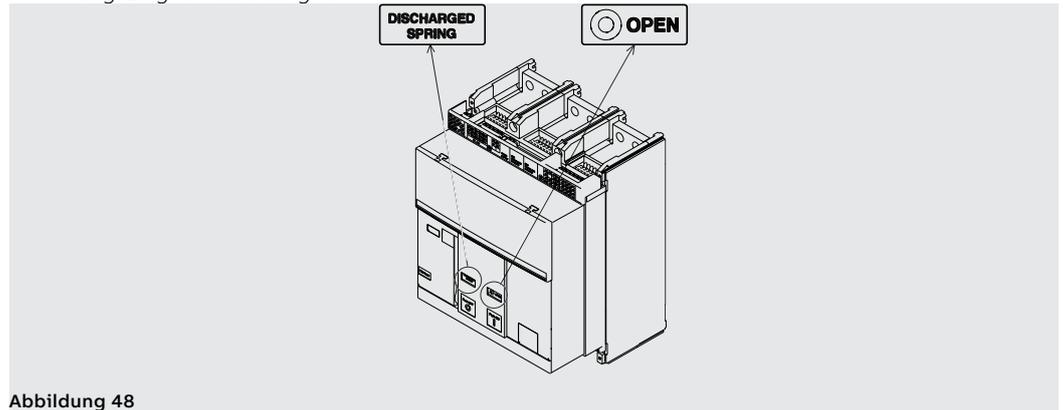

Abbildung 48
- Sicherstellen, dass der Leistungsschalter ausgeschaltet ist (Anzeige aus/ein "O - OPEN"), und prüfen, dass die Federn entspannt sind (Federnanzeige "weiß - DISCHARGED SPRING") wie angezeigt in Abbildung 48.